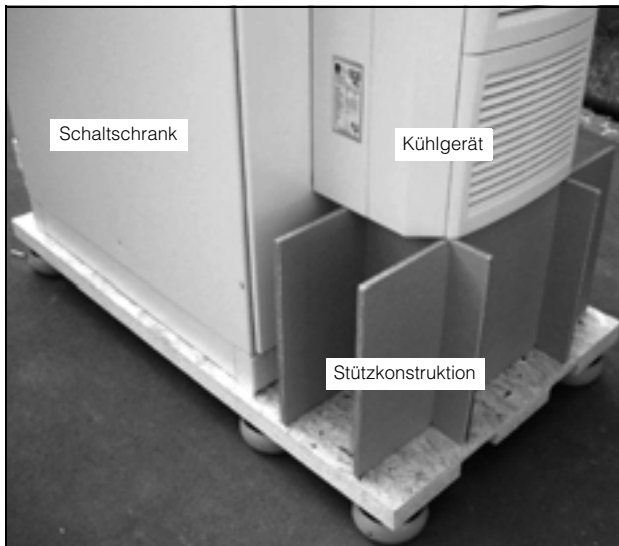

Abb. 1: Transport einer Schaltschrank-Kühlgeräte-Kombination
- Beim Transport von bereits montierten Geräten (am Schaltschrank) müssen Transportsicherungen verwendet werden. Hierfür eignet sich eine Konstruktion aus z. B. Kanthölzern oder Brettern welche das Kühlgerät abstützen und ein Absacken des Gerätes bei Stößen verhindern (siehe Abb. 1). Um Kippmomente niedrig zu halten, ist eine ausreichend große Palette zu wählen. Wurde das Kühlgerät an eine Tür montiert, muss diese während dem Transport geschlossen bleiben.